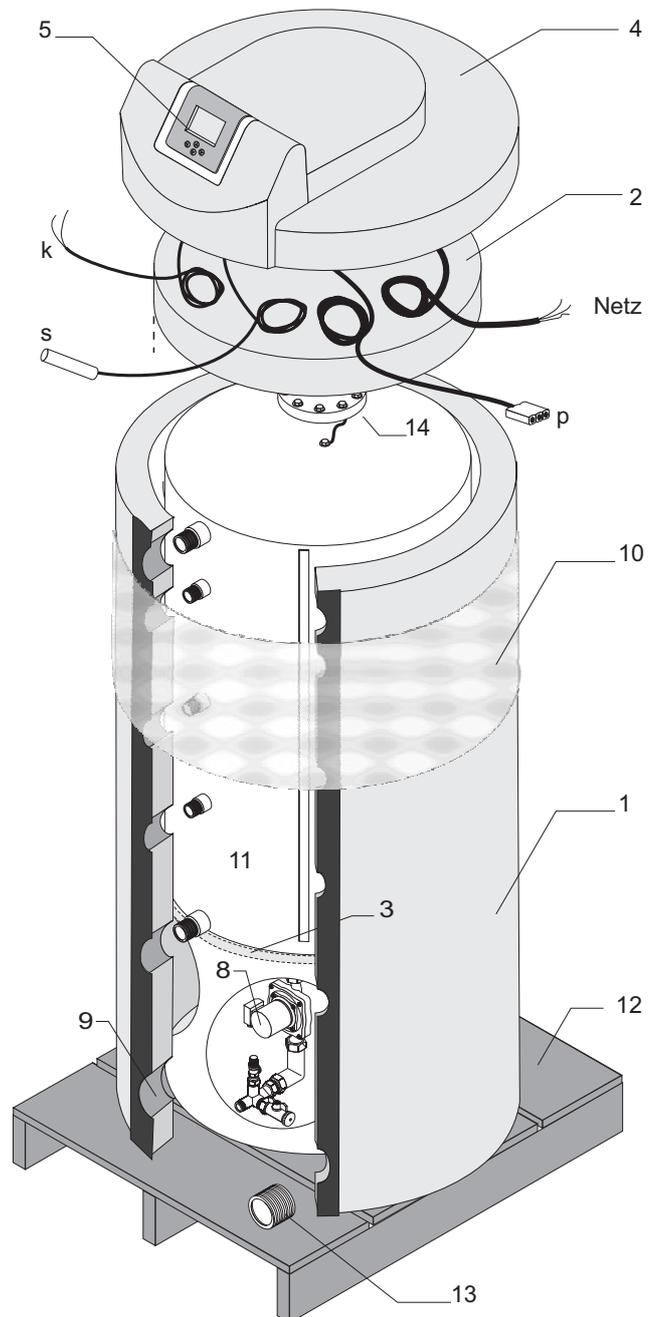
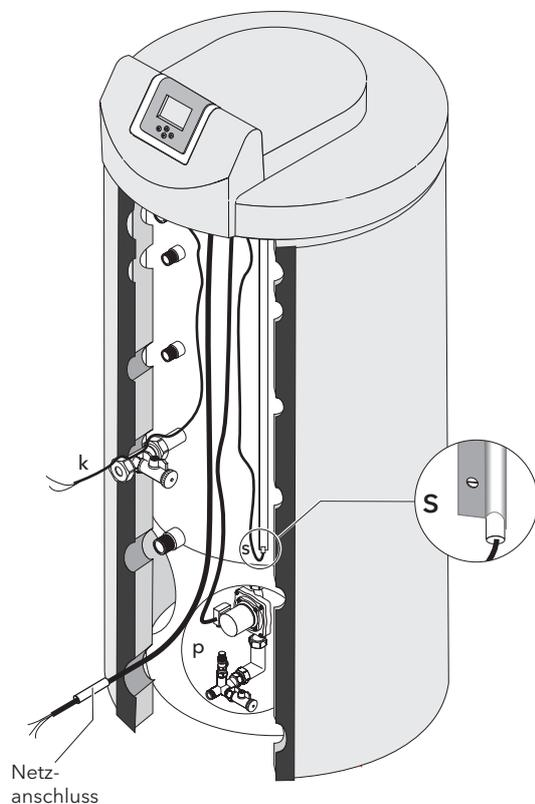

Bild 20 Aufbau SECUSOL- Speicher
Bild 27 Fühler anschliessen: (s) Speichertemperaturfühler; (p) Pumpenanschlusskabel; (k) Anschlusskabel für Kollektorfühler
### 3.5 Speicher aufstellen (Bild 20)
- Vor Anschluss des Solarreglers Manteldämmung (1) nach Bild 20 um den Speicher legen, jedoch nicht verschliessen.
- Fügen Sie bitte die Deckeldämmung (2) in die Manteldämmung (1) ein und setzen Sie die Speicherhaube (4) lose auf den Speicher.
- Die Netzzuleitung des Reglers ist bereits vormontiert. Das Netzkabel kann durch die im Speicherdeckel sichtbaren Vertiefungen herausgeführt werden, dazu diese mit einem Messer ausschneiden und das Kabel durchführen. Da das Kabel temperaturfest ist, kann es alternativ auch zwischen Manteldämmung und Behälter verlegt und am Solarrücklauf hinausgeführt werden (Bild 27). Bei einer Verlängerung der Zuleitung ist auf den Mindestquerschnitt  $3 \times 1,5 \text{ mm}^2$  zu achten.
### Fühler befestigen (Bild 27)
### Dämmung anlegen (Bild 20)